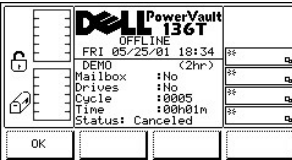

図 112. Service > Library > Exercise > Demo Using Time > Canceled ダイアログ
- 1 Cancel ソフトキーの下にあるボタンを押すと、図 112 が表示されます。